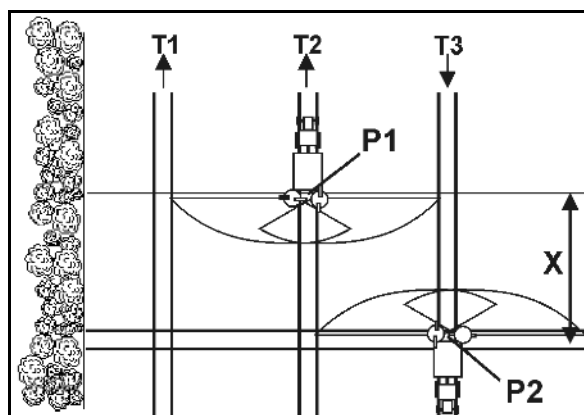

図 45
- トラムラインでポイント P1 (図 45) に到達した後、散布ディスクと枕地のトラムラインの距離が X である場合、シャッターを開きます。
- 散布ディスクが枕地の最初のトラムラインの高さにある場合には、ポイント P2 (図 45) でトラムラインから出る前にシャッターを閉じます。